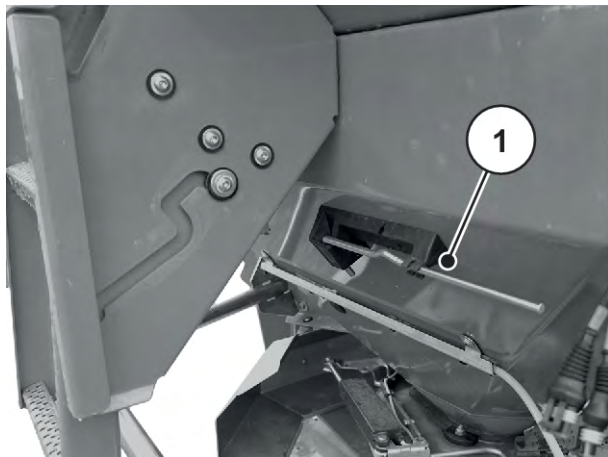

Рис. 36: Розташування регулювального важеля AXIS хх.2
- ▶ Знову вставте важіль регулювання в передбачене для нього кріплення. Див. *Рис. 36 Розташування регулювального важеля AXIS xx.2*